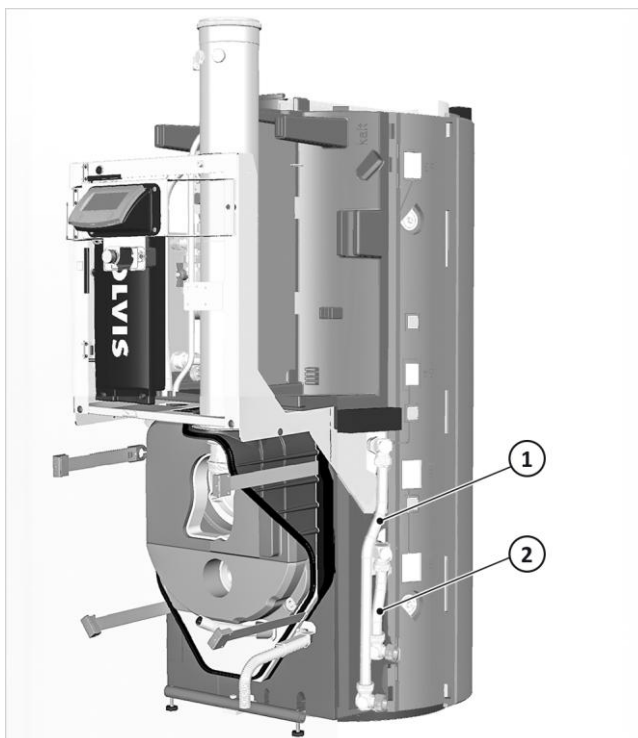

Fig. 37: Conexión de avance de calefacción (1)/retorno de calefacción (2) para estación de circuito de calefacción
- Desmonte ambas escuadras en el avance y el retorno de calefacción (véase ➔ fig. 37, pág. 20).